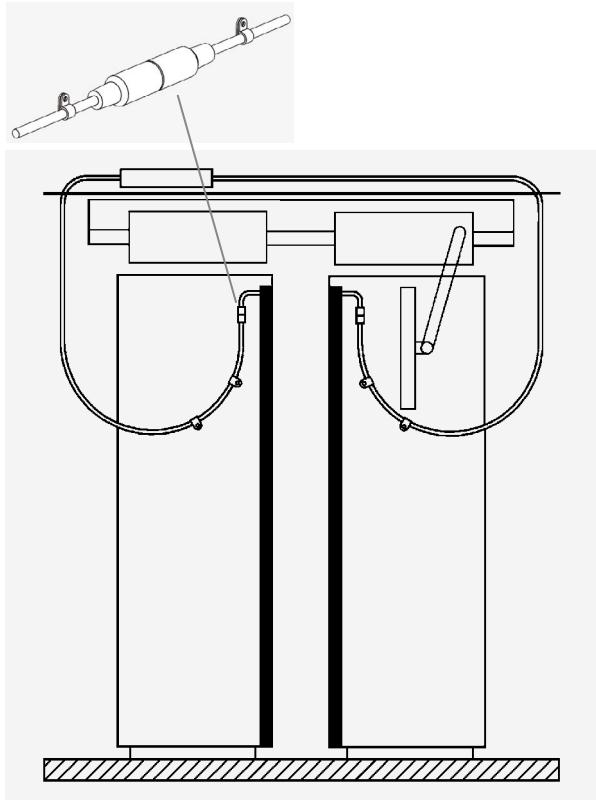

Abb. 1: Vermeiden Sie Kabelbinder zu fest anzuziehen
4. Verbinden Sie die Stecker für Transmitter (TX) und Empfänger (RX) mit den richtigen Steckplätzen am Steuergerät.
5. Nach Fertigstellung des Einbaus bitte die Türen vorsichtig per Hand öffnen und schließen um die Kabelführung zu überprüfen. Die Kabel dürfen nicht hängenbleiben und nicht gespannt sein, damit es zu keiner Unterbrechung oder Störung während des Betriebes kommt. Siehe Abb. 1.